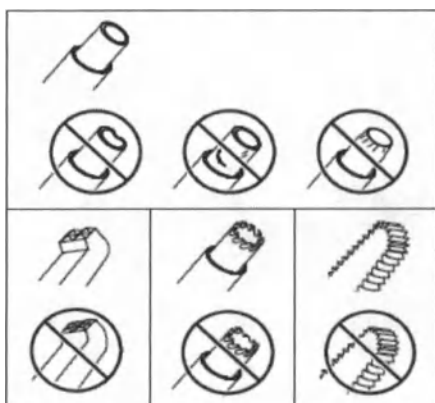

Рисунок 107 — Повреждение насадки
- Проверьте набор из насадки и наконечника для ирригации на предмет повреждений или следов износа (рисунок 107). НЕ используйте поврежденный или изношенную насадку или наконечник для ирригации насадки во время процедуры.